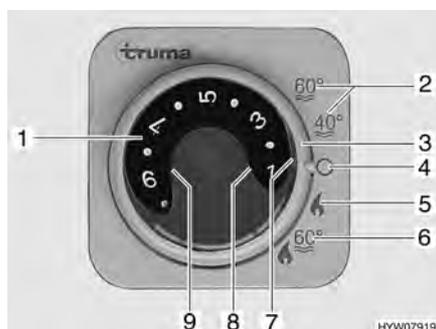

Fig. 156 Unité de commande pour chauffage/chauffe-eau
- Régler le mode de régime à l'aide de l'interrupteur tournant (Fig. 156,3).
Le chauffage règle le degré d'allumage automatiquement en fonction de la température ambiante requise. Une fois que la température ambiante désirée est atteinte, le brûleur s'éteint. En mode "Chauffage et chauffe-eau" (Fig. 156,6) l'eau est également chauffée dans le chauffe-eau. Il est possible de faire fonctionner le chauffage en mode "Chauffage sans chauffe-eau" (Fig. 156,5) et le chauffe-eau vide.
- Régler le bouton tournant de température (Fig. 156,1) de l'unité de commande sur la température de chauffage désirée.
- Régler l'interrupteur tournant (Fig. 156,3) en régime hiver "Chauffage sans chauffe-eau" (Fig. 156,5) ou en régime hiver "Chauffage et chauffe-eau" (Fig. 156,6).
Le voyant de contrôle vert (Fig. 156,7) s'allume.
- Régler l'interrupteur tournant (Fig. 156,3) sur "O" (Fig. 156,4).
La combinaison régime au gaz et régime électrique 230 V permet de raccourcir la période de chauffage (uniquement possible lorsque le chauffage sur l'unité de commande (Fig. 156) est réglé sur régime hiver).